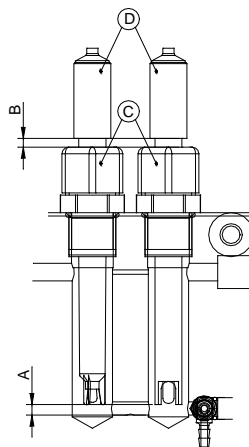

Figura 8 - Dettaglio montaggio elettrodi coppia di elettrodi
Per il montaggio degli elettrodi (Figura 8, pos.D), procedere come descritto in seguito:
- Inserire gli elettrodi facendo attenzione a lasciare meno di 10mm dal fondo della sede nel portasonda in plexiglas (Figura 8, pos.A)
- Serrare a mano le ghiera (Figura 8, pos.C) prestando attenzione ad evitare la rottura della plastica trasparente degli elettrodi stessi